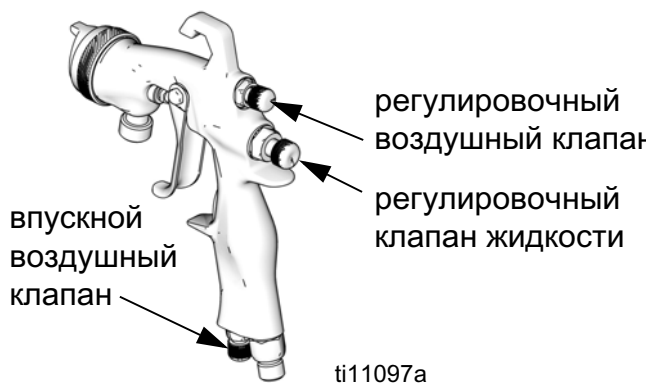

Рис. 3
2. Для получения формы полного распыления откройте регулировочный воздушный клапан, повернув рукоятку против часовой стрелки до упора. См. Рис. 3.
3. Для получения круглой формы распыла отключите струю воздуха, повернув регулировочный воздушный клапан по часовой стрелке до упора. См. Рис. 3.